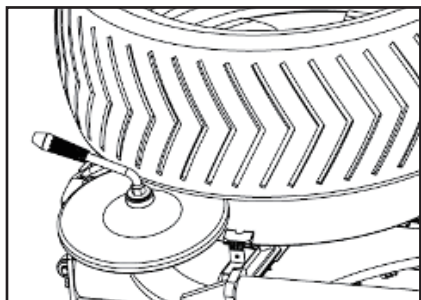
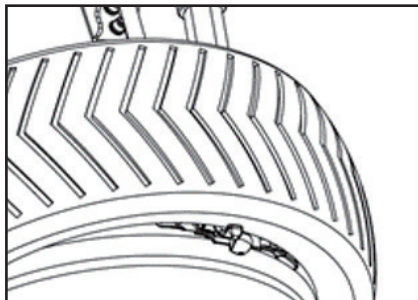

图 5-2-6
图 5-2-7
- 用辅助臂上的托托盘将下胎唇抬起至轮辋的上边缘，如图（参考第五章 / 图 5-2-6）所示，降下拆胎钩，将下胎唇钩起，如图（参考第五章 / 图 5-2-7）所示，然后踩下转盘转向踏脚，将下胎唇脱出。